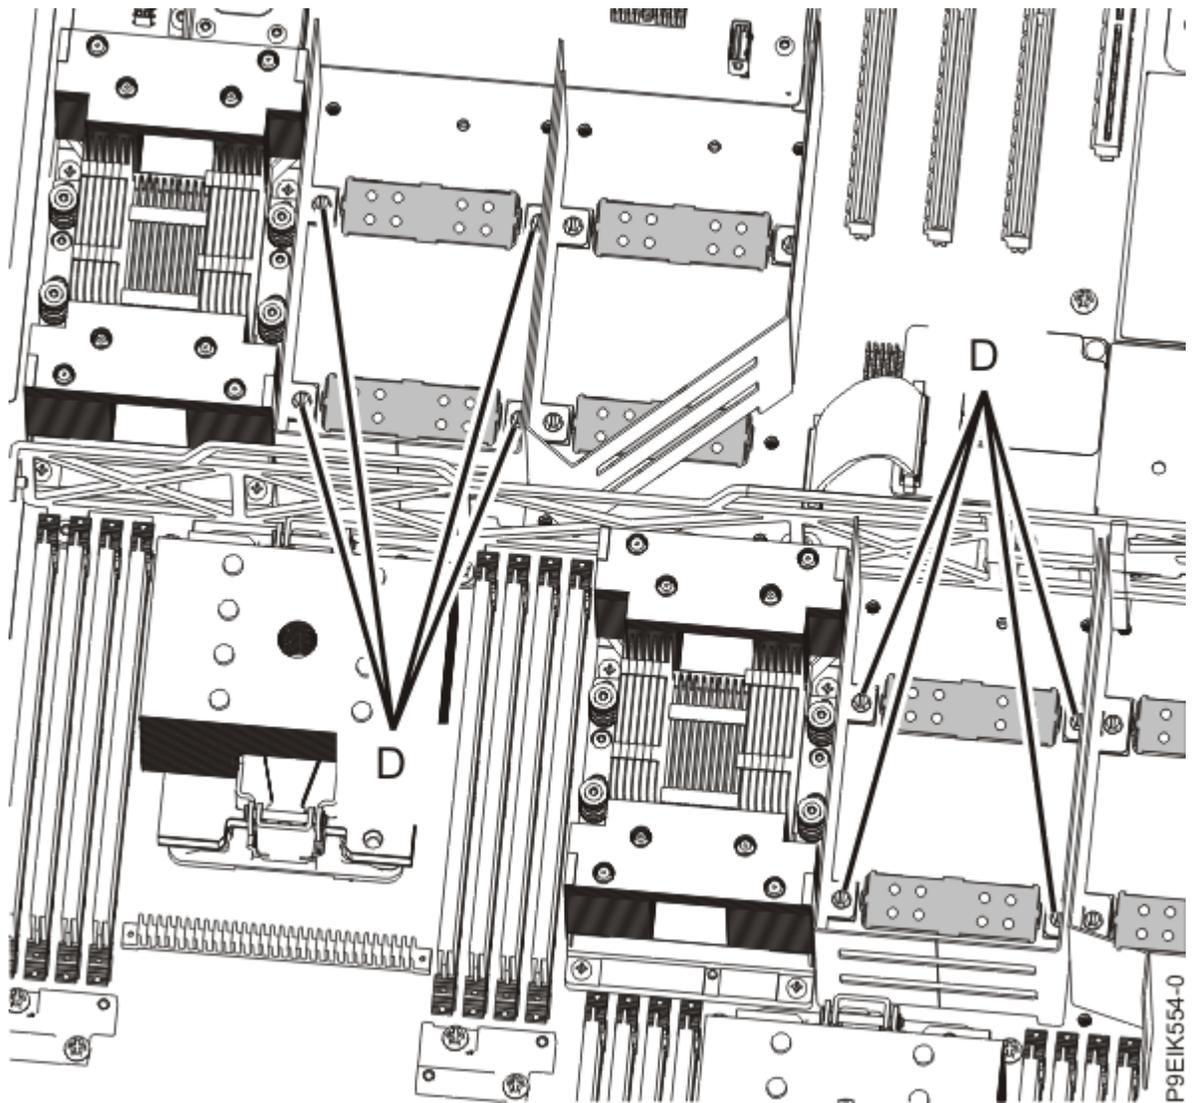

Figure 23. Retrait d'un obturateur de processeur graphique
- a) Retirez les quatre vis **(D)** qui permettent de fixer un obturateur de processeur graphique au fond de panier système, comme illustré dans la Figure 23, à la page 27.